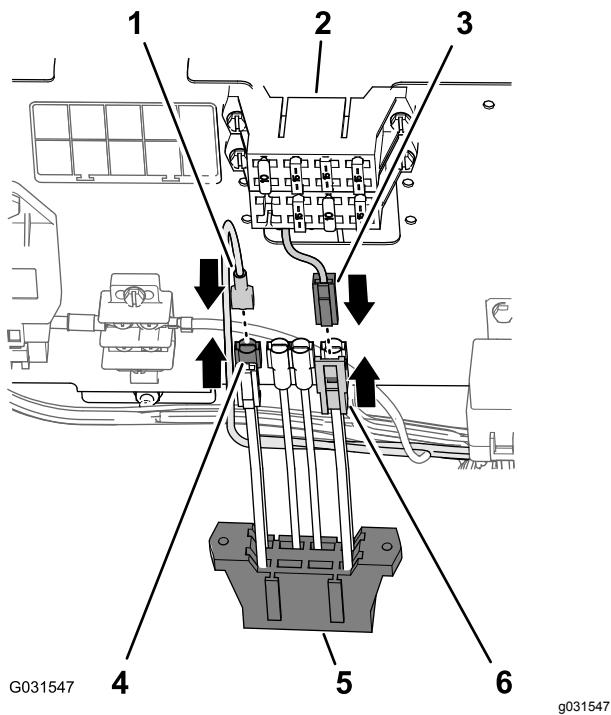

图 204
1. 将完成套件线束的舌形接头连接至辅助保险丝盒的插槽接头图 204。
- 将机器保险丝盒的辅助馈线的 2 针接头连接至辅助保险丝盒馈线的 2 插槽接头 图 204。